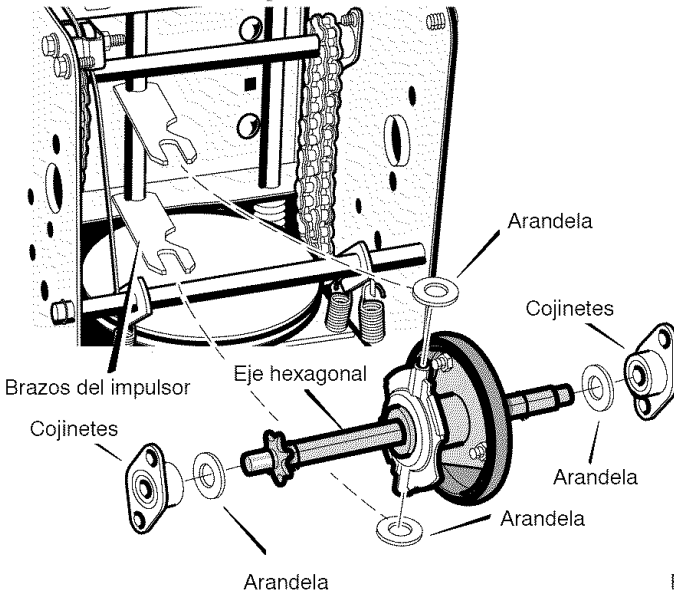

Figura 73
14. Instale el **eje hexagonal** y los **coji****netes** con los cuatro pernos que quitó antes (Figura 73).